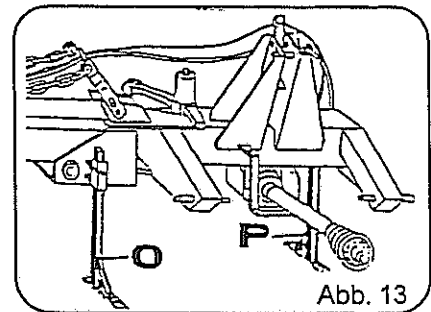

Abb. 13
- Abstellstützen (Abb. 13, Pos. O und P) einschieben und mit Klappstecker sichern.